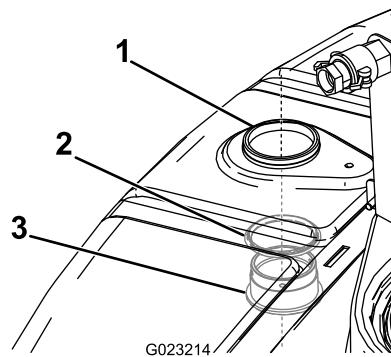

Figura 16
1. Instale a união do anteparo e o vedante através do furo que criou em Perfurar o depósito \(página 11\) a partir do interior do depósito (Figura 16).
2. Prenda o anteparo ao depósito com o anel de bloqueio (Figura 16).